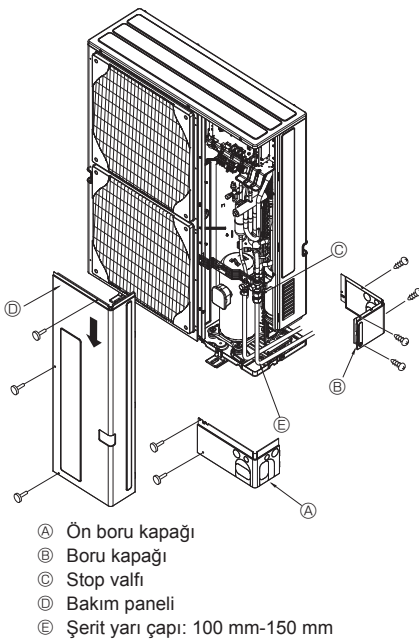

Fig. 4-4
4.3. Soğutucu boruları (Fig. 4-4)